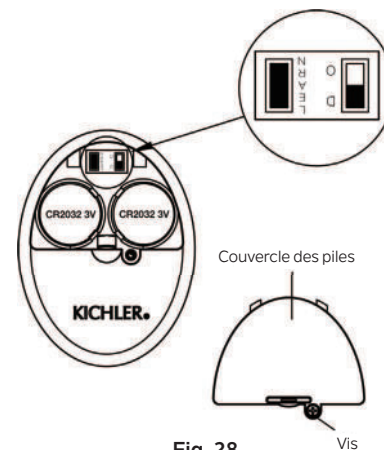

Fig. 28
Si ce processus ne fonctionne pas, la télécommande ne fonctionnera pas. Pour effectuer ce processus manuellement, suivez les étapes ci-dessous : Après l'installation et le câblage de l'unité, rétablissez l'alimentation de votre ventilateur, appuyez sur la touche « LEARN » et maintenez-la enfoncée pendant 1 à 3 secondes, le ventilateur se mettra en marche à vitesse moyenne et la lumière (si installée) s'allumera. Cela confirme que le processus d'apprentissage est terminé. Cette opération doit être effectuée dans les 30 secondes suivant la remise sous tension du ventilateur. (Fig. 28)
REMARQUE : Assurez-vous que l'interrupteur à glissière dans le compartiment à piles marqué « D O » est en position « D ». (Fig. 28)
Étape 4. Remettez le couvercle de la pile et serrez avec un tournevis. (Fig. 28)